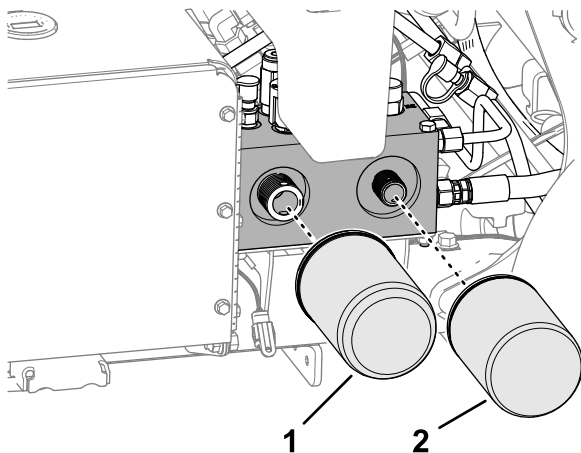

図 170
2. フィルタの下に容器を置き、フィルタを外し、フィルタアダプタのガスケット部をきれいに拭く 図 170。